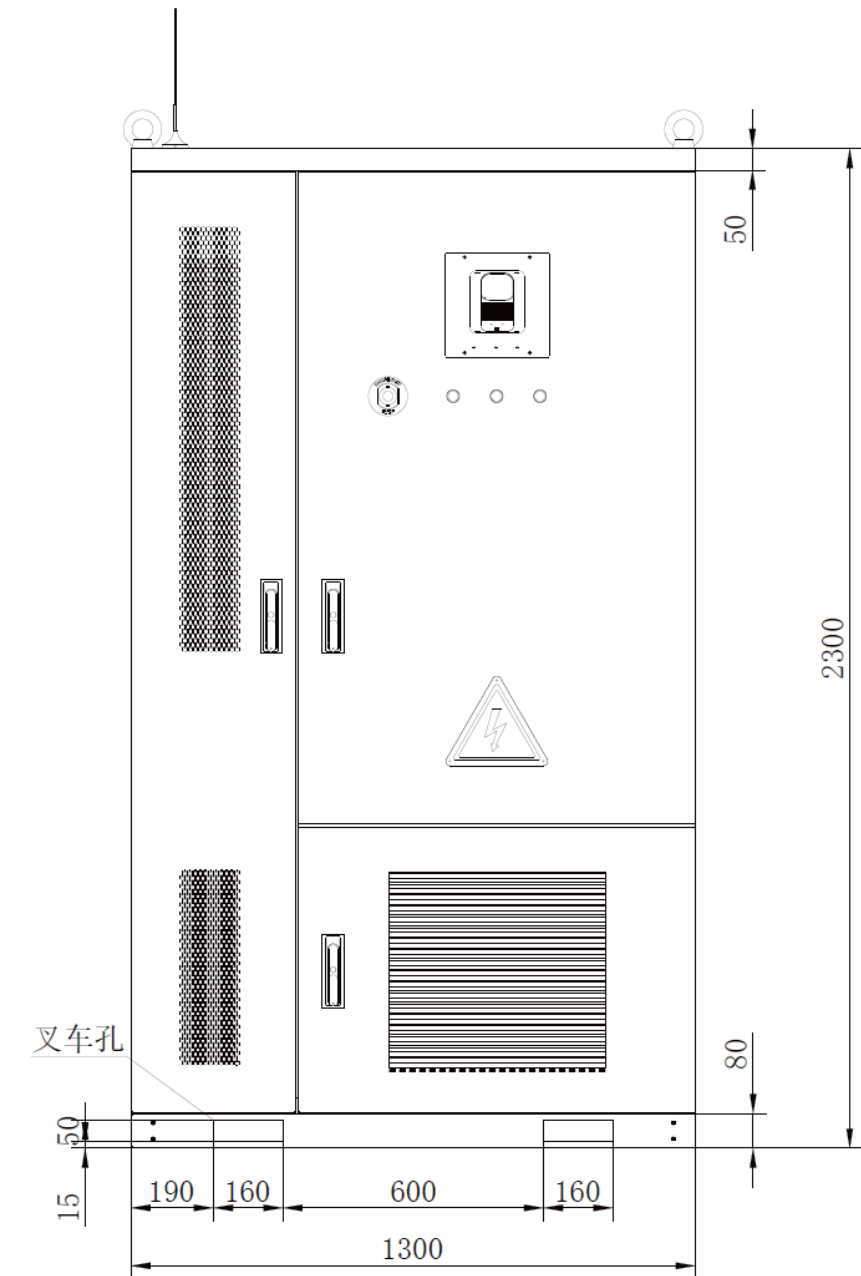

图4-2 215kWh工商业液冷储能电池一体柜叉车孔示意图
2. 所用叉车的货叉应该插入一体柜的全部深度, 即货叉长度应至少为1500mm, 一体柜叉车孔示意图如下图4-2所示: